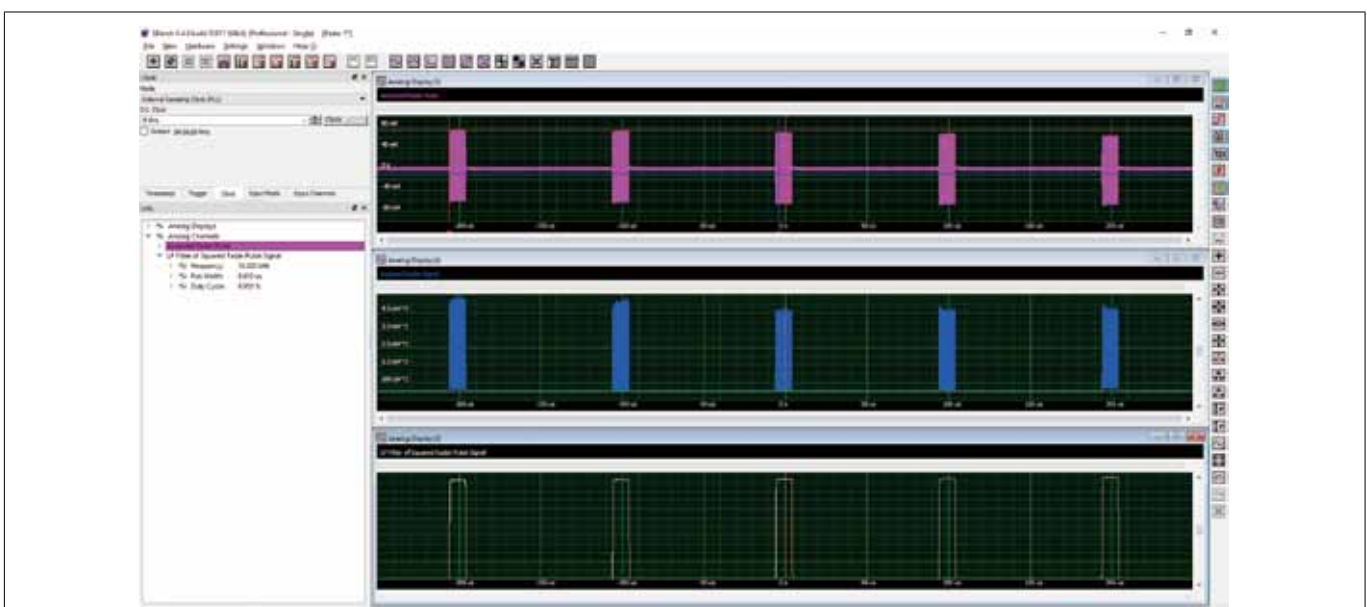

図 8. 基本的なパルス RF レーダ信号の取得と、波形の単純な RMS 検出を実行して、信号エンベロープの主要なタイミングパラメータを測定した結果
レーダシステムは、パルス変調された無線周波数 (RF) 搬送波に依存しており、一般に、周波数、位相、または複雑な変調が含まれています。測定器の役割は、これらのパルス波形を可能な限り忠実に取得し、重要なパラメータを測定することです。図8のレーダ信号について考えてみましょう。ここでは、基本的なパルス変調
SBench 6 には、高速フーリエ変換 (FFT) や有限インパルス応答 (FIR) フィルタなど、多くの数値解析ツールも含まれています。パルス繰り返し周波数 (PRF) は画面から推定できますが、ソフトウェアの測定ツールを使用すると、より正確な値を取得できます。PRF、パルス幅、およびデューティサイクルを正確に測定するには、パルス変調波形のエンベロープを抽出するのが最適です。これは、信号を二乗し (図 8 中央のトレース)、それをローパスフィルタ処理することによって実行できます (図 8 下